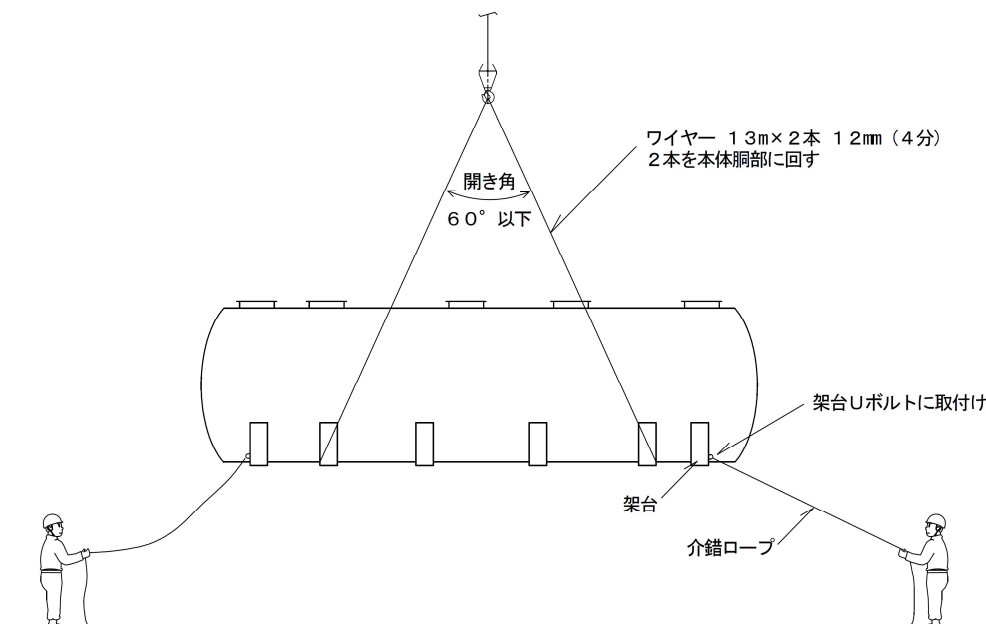

図 8 FRP 槽本体の吊り上げ方法
- ・図 8 のように FRP 槽本体の架台の U ボルトに介錯（介添えロープ）を取付け、玉掛の吊り角度は 60 度以下としてください。